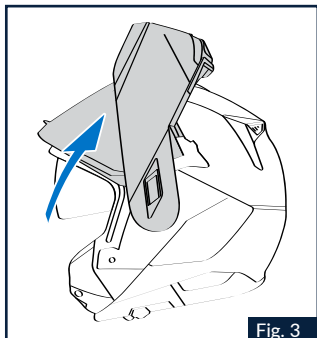
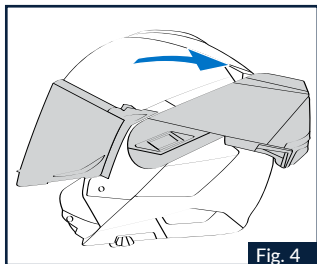

Fig. 3
Fig. 4
1.3 Tirare in avanti la mentoniera e accompagnarla nel suo movimento di rotazione verso l'alto (Fig.3) fino al raggiungimento della sua posizione di arresto sul retro della calotta (Fig. 4)..
2.1 Far ruotare in avanti la mentoniera accompagnandola nel suo movimento di rotazione fino a sentire gli scatti del meccanismo di chiusura (Fig.3).